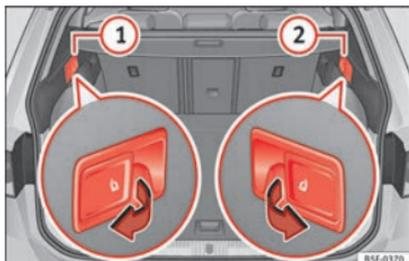

Fig. 152 Dans le coffre à bagages : leviers de déverrouillage à distance des parties gauche ① et droite ② de la banquette arrière.
- Tirez le levier de déverrouillage à distance de la partie gauche » fig. 152 ① ou droite ② du dossier dans le sens de la flèche. La partie débloquée du dossier arrière se rabat automatiquement vers l'avant.